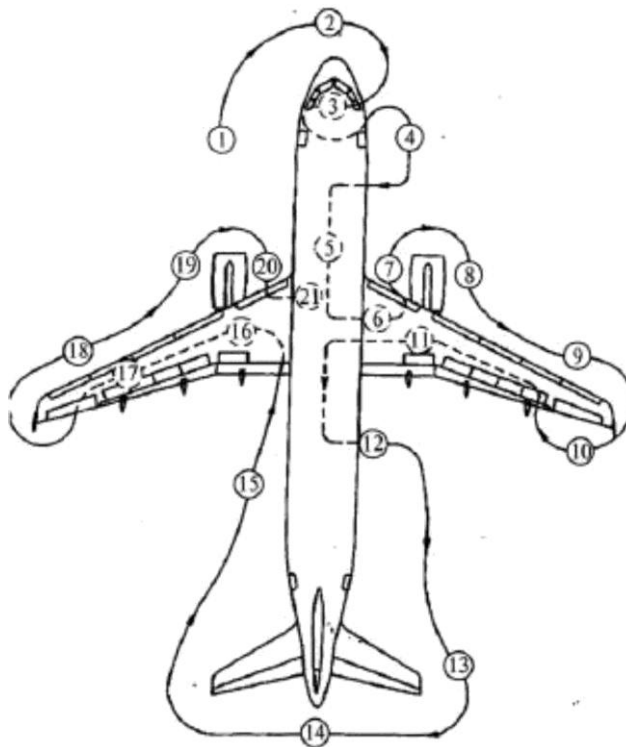

Рисунок 1 – Діаграма зовнішнього огляду (External walk around diagram)
*Зовнішній огляд* виконується відповідно до Листів візуального контролю (Handling check lists) за встановленим маршрутом, схема якого вказана на рис. 1.